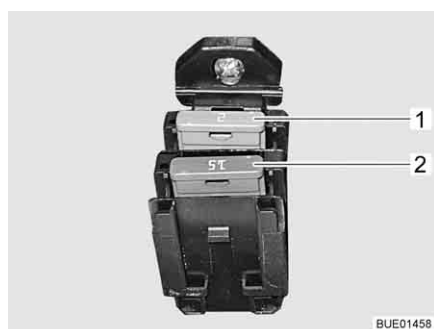

Bild 171 Regulator för avloppsledningarnas värmesystem
Säkringarna finns på regulatorn (Bild 171,1).
- Byt säkring (Bild 171,2).